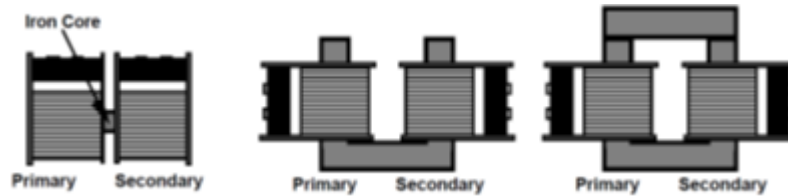

Figura 11.3: Encaixe do núcleo de ferro.
6. Encaixe o primário e o secundário no núcleo em U do transformador como mostra a Figura 11.3. Meça os valores de V_p e V_s e anote na Tabela 11.1. **DESLIGUE A FONTE!**
7. Repita o passo 6 colocando a parte superior no núcleo em U do transformador como mostra a Figura 11.3. **DESLIGUE A FONTE!**